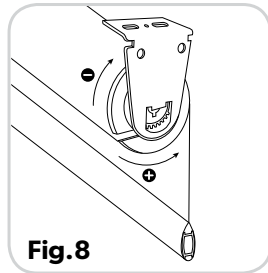

Fig.8
- A. Pour augmenter la tension du ressort, utilisez la roue de tension en effectuant de 1 à 2 rotations (dans le sens contraire des aiguilles d'une montre) sur le côté gauche du store. (Fig. 8)
- B. Pour diminuer la tension du ressort, utilisez la roue de tension en effectuant de 1 à 2 rotations (dans le sens des aiguilles d'une montre). (Fig. 8)